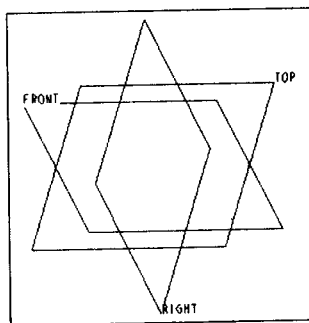

图 1-1 默认的基准平面系
- 基准平面：在特征创建的初始，系统会给出一个默认的基准平面系，如图 1-1 所示。该基准平面系由 3 个相互垂直的基准平面 FRONT、RIGHT 和 TOP 构成。操作者在特征创建过程中可分别选择不同的基准平面作为草绘平面或参考平面。
基本特征的类型有实体特征(也称为草绘特征)、正交基准平面(系统提供的默认方式,见图 1-1 所示)。